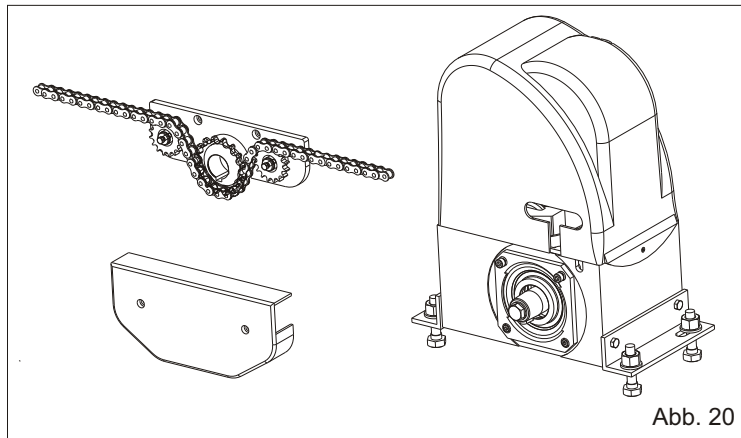
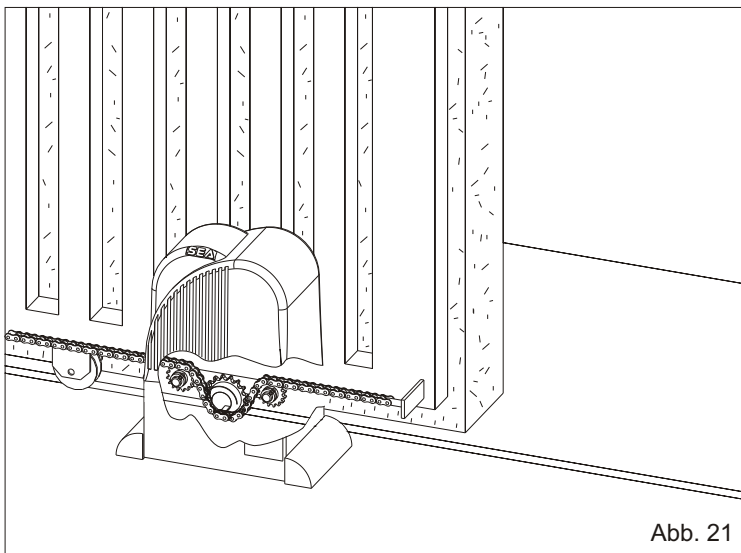
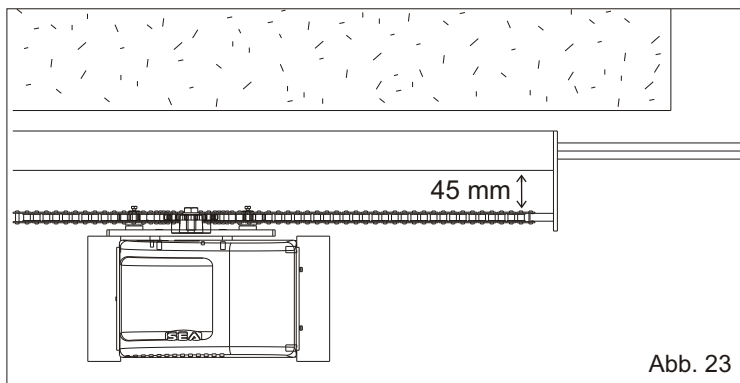
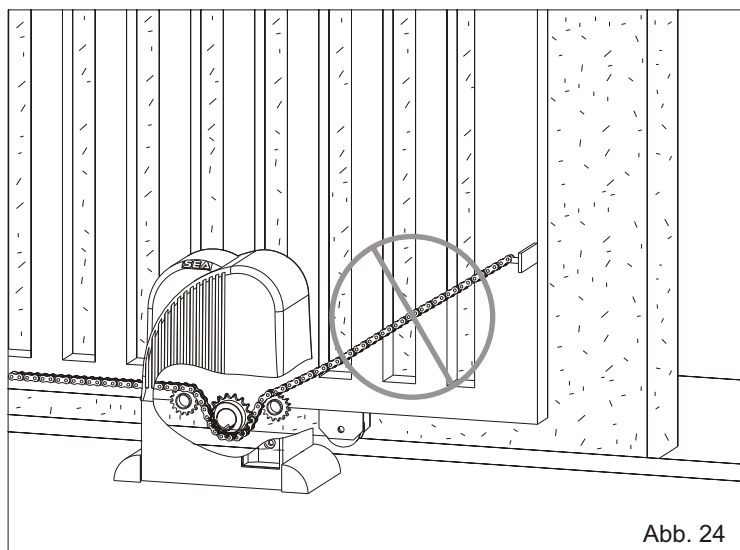

Abb. 20
Abb. 21
Abb. 23
Abb. 24
Die Montage der Hauptteile, die das gesamte Kettensystem betrifft ist in Abb. 20 aufgeführt.
In Abb. 21 und 22 wurde die korrekte Montage bei geschlossenem und offenem Tor abgebildet; Achtung, der vorgegebene Kettenweg im Inneren der Zahnradgruppe muss strikt eingehalten werden.
Hinweis: Die Löcher für den Kettenspanner beziehungsweise für die Kette selbst müssen sich in einem Mindestabstand von 45 mm vom Tor befinden (Abb. 23).
10.2. Die Kette installieren, indem man sie durch die Zahnradgruppe, wie in Abb. 20 durchlaufen lässt. Die Kette muss sowohl vertikal (Abb. 21) wie horizontal (Abb. 23) immer geradlinig sein, andernfalls (Abb. 24 und 25) könnte ihre Entgleisung von der Zahnradgruppe oder eine höhere Beanspruchung des Untersetzungsgetriebes und somit ein schlechter Betrieb des Systems die Folge sein.